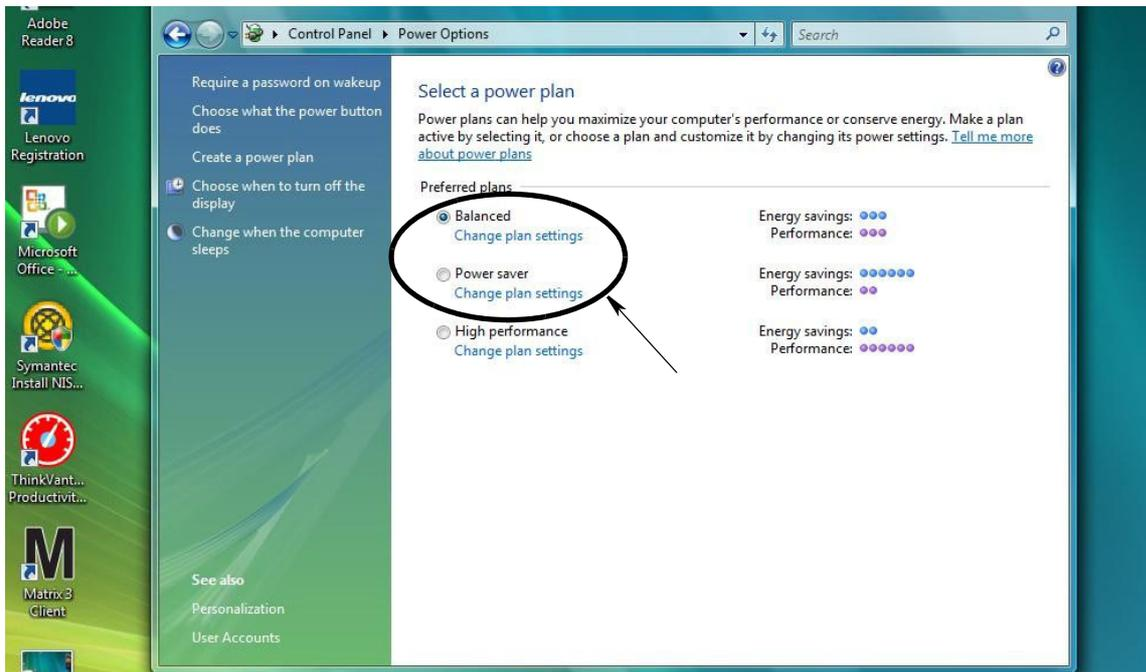

FIG. 34
3. Selezionare una combinazione per il risparmio di energia: “Bilanciato” oppure “Risparmio di energia”, quindi fare clic sul collegamento “Modifica impostazioni combinazione” per visualizzare le opzioni di ibernazione (FIG. 34).